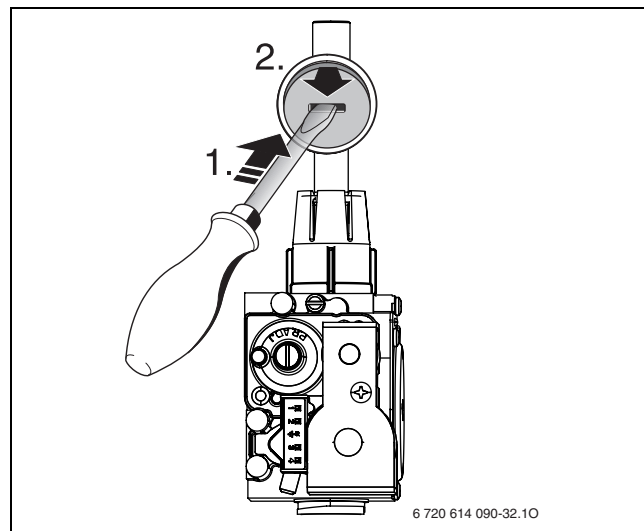

Fig. 40
- Togliere il sigillo presente sulla valvola di regolazione della portata gas (fig. 40).